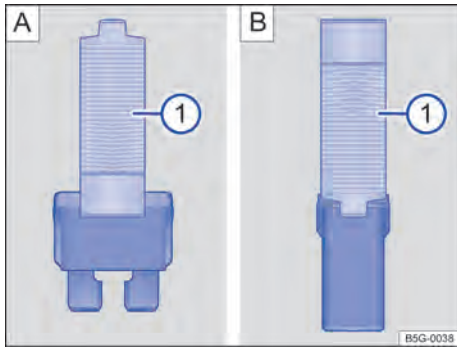

Fig. 214 Retirar o colocar el fusible con la pinza de plástico: **A**: fusible plano, **B**: fusible de bloqueo.
- De ser necesario, retirar la pinza de plástico → fig. 214 **A** **1** de la cubierta de la caja de fusibles.
- De acuerdo con la versión del fusible, colocar las garras adecuadas del alicate plástico → fig. 214 **A** **1** o → fig. 214 **B** **1** de forma lateral en el fusible.